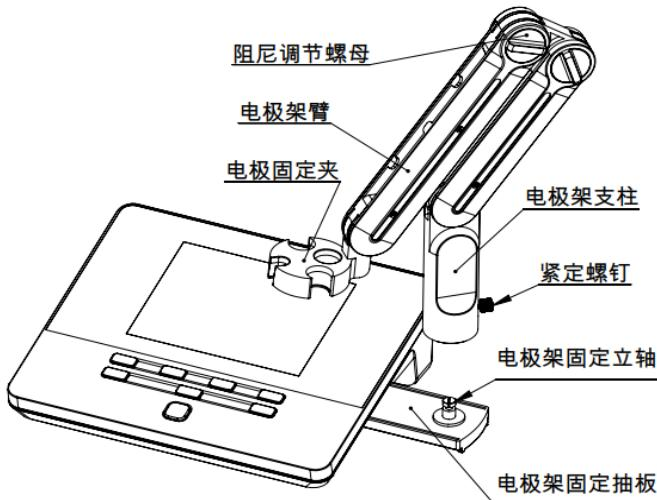

图 4-4 多功能电极支架安装示意图
- 2) 将多功能电极架支柱的中心孔（如图 4-4）插入多功能电极架固定立柱的上；